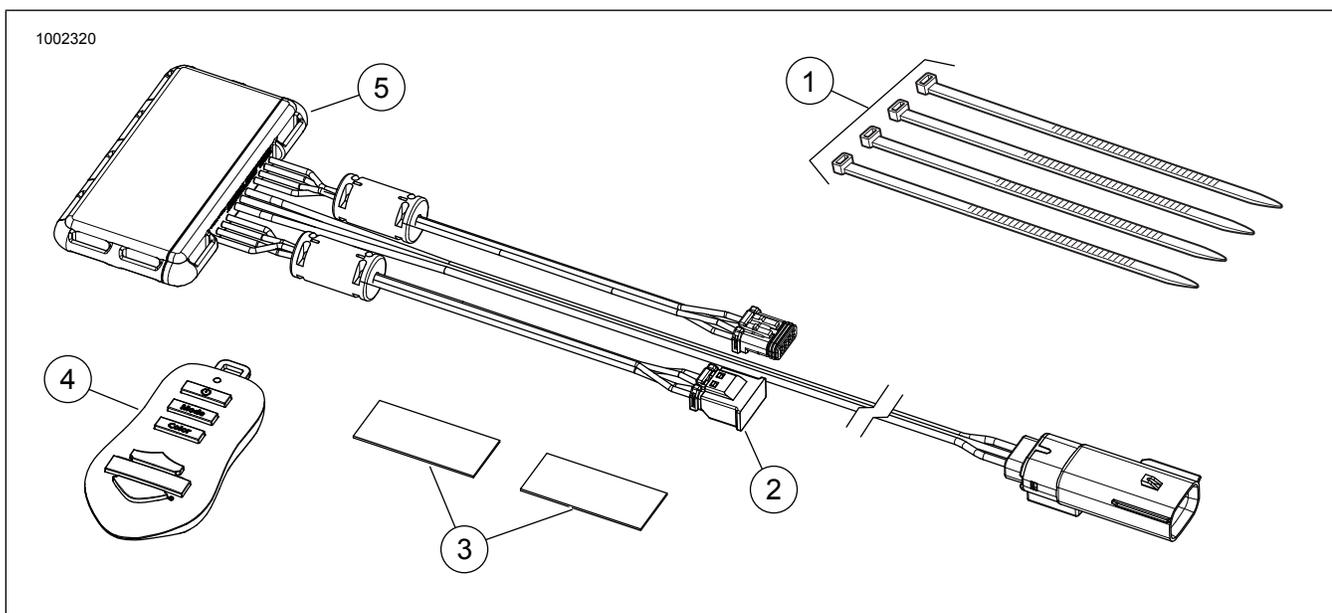

Figure 2. Pièces de rechange, kit de contrôleur Spectra Glo
Voir la figure 2. et Tableau 1.
5. Voir la figure 2. Choisir un emplacement approprié pour monter le contrôleur (5) sous la selle ou derrière le couvercle latéral gauche. Utiliser le ruban double face (3) fourni dans le kit ou les serre-câbles (1).